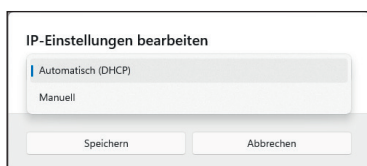

Abb. 5-8: Windows 11, Dialog **IP-Einstellungen bearbeiten**, Einstellungen ausgeblendet
- ☞ Ändern Sie in diesem Fall die Einstellung von „Automatisch (DHCP)“ zu „Manuell“ (Abb. 5-8).